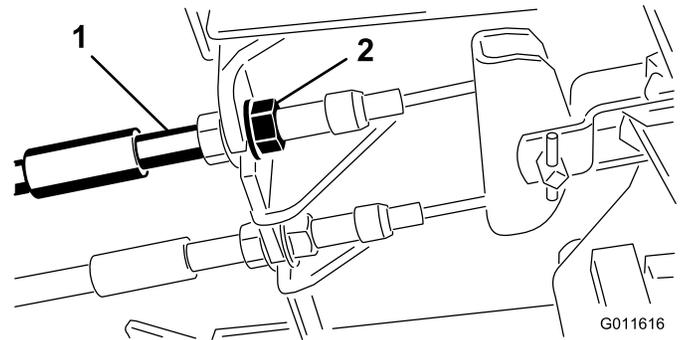

Figura 69
1. Per ridurre il gioco dei pedali del freno, stringete i freno allentando il dado anteriore sull'estremità filettata del cavo del freno (Figura 69).